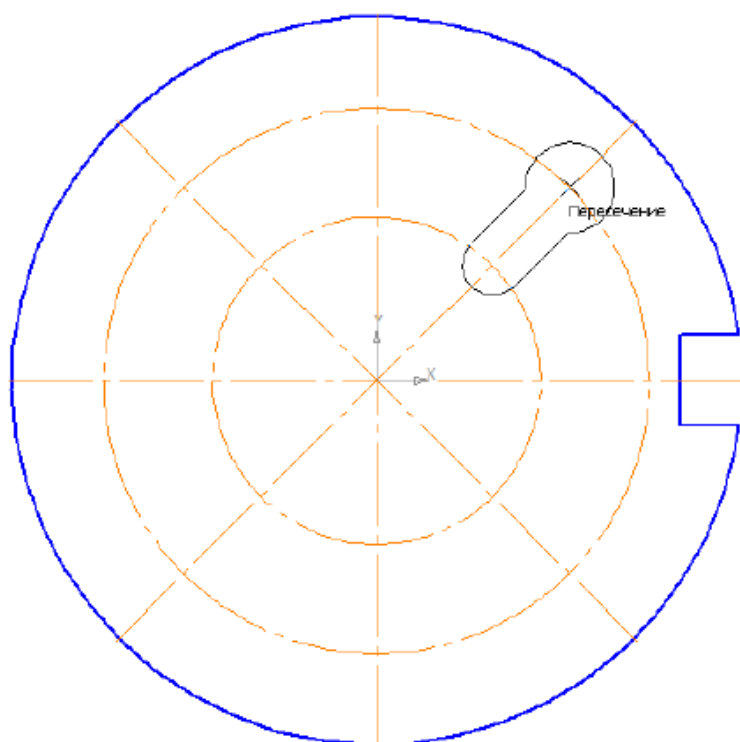

Рисунок 115 – Построение элемента сложного отверстия
7.7 Зайдите в головное меню **Редактор**  $\rightarrow$  **Вставить**. Появившейся фантом установите, как показано на рис. 115. Щелкните левой кнопкой мыши один раз, привязка пересечение, нажмите **Esc**.